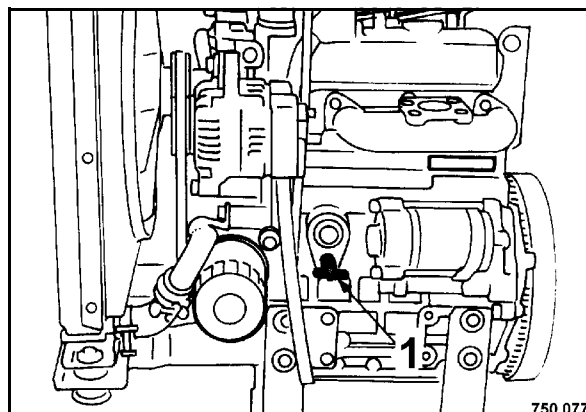

Рис. 129
- Открыть сливной кран (Рис. 129) на двигателе.